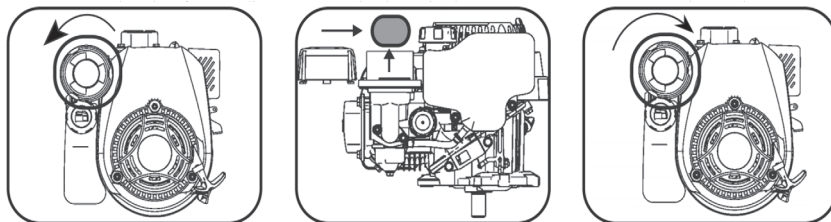

Рис.22
1. Откройте крышку воздушного фильтра и извлеките фильтрующий элемент (рис. 22)